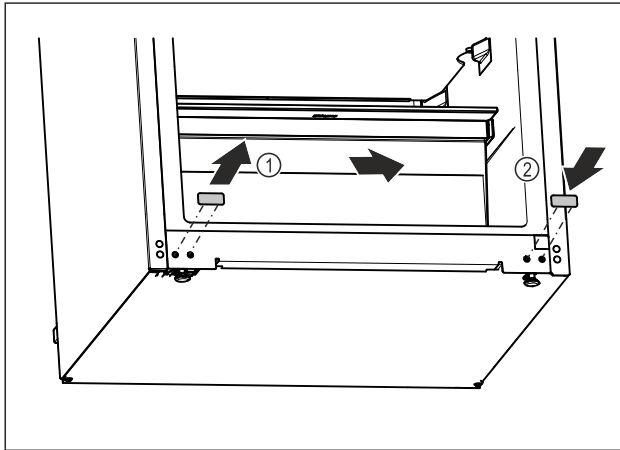

Fig. 20
- ▶ Vedä peitetulpat irti. Fig. 20 (1)
- ▶ Aseta peitetulpat vastapäiselle puolelle. Fig. 20 (2)